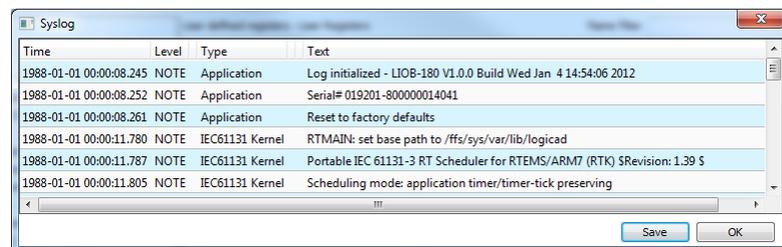

Abbildung 113: Fenster für das Systemprotokoll
3. Nach Fertigstellung des Ladevorgangs klicken Sie auf **Systemprotokoll anzeigen**, dann erscheint ein Fenster des Systemlogs, siehe Abbildung 113. Beachten Sie, dass der LIOB-18x/48x/58x keine korrekten Zeiten anzeigt, solange keine Zeitsynchronisation eingerichtet ist.